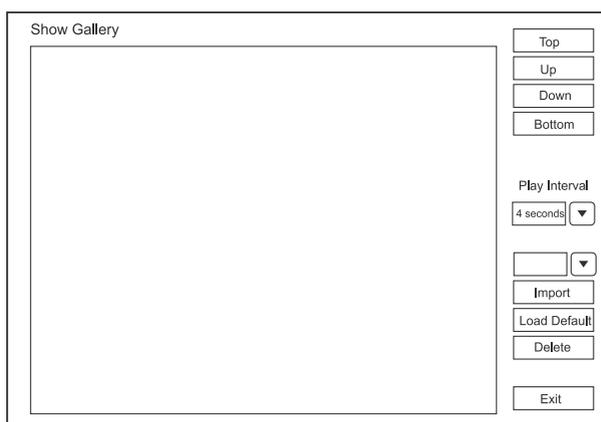

Figura 4-3 Tela Show Gallery
1. Clique em Show Gallery [Mostrar Galeria] para entrar na tela Show Gallery, como mostrado na Figura 4-3.